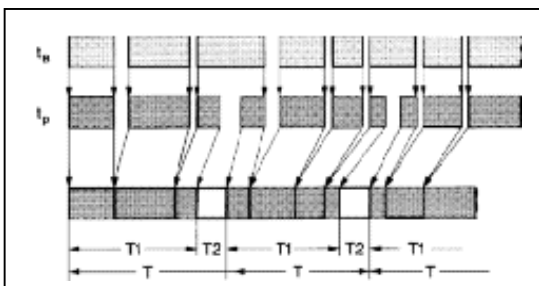

Рис.22 – Диаграмма работы насоса
- Смазочный цикл состоит из паузы и времени работы насоса. По истечению времени паузы наступает время работы насоса. Смазочный цикл повторяется до тех пока машина в работе, см. рис.22.